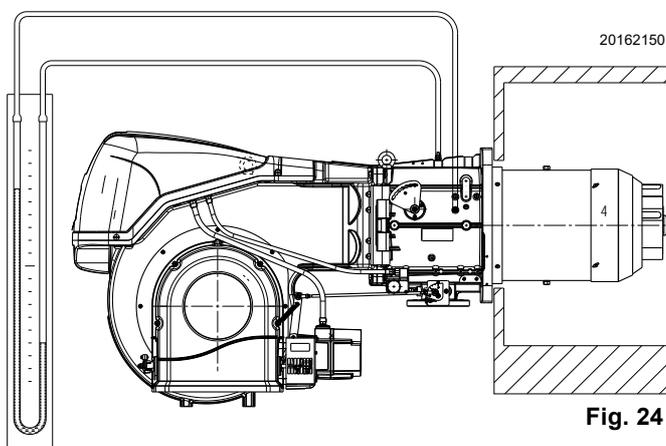

Fig. 24
- Monter un manomètre en U ou un manomètre de type différentiel (Fig. 24), avec prise (+) sur la pression du gaz du manchon et (-) dans la chambre de combustion.
L'arrivée de gaz au manchon est mise en évidence sur le manomètre en U (Fig. 24).
À titre d'orientation, on peut le trouver dans le Tab. I à la page 20, il suffit de lire la pression du gaz sur le manomètre en U, voir Fig. 24 à la page 22, et suivre les indications.